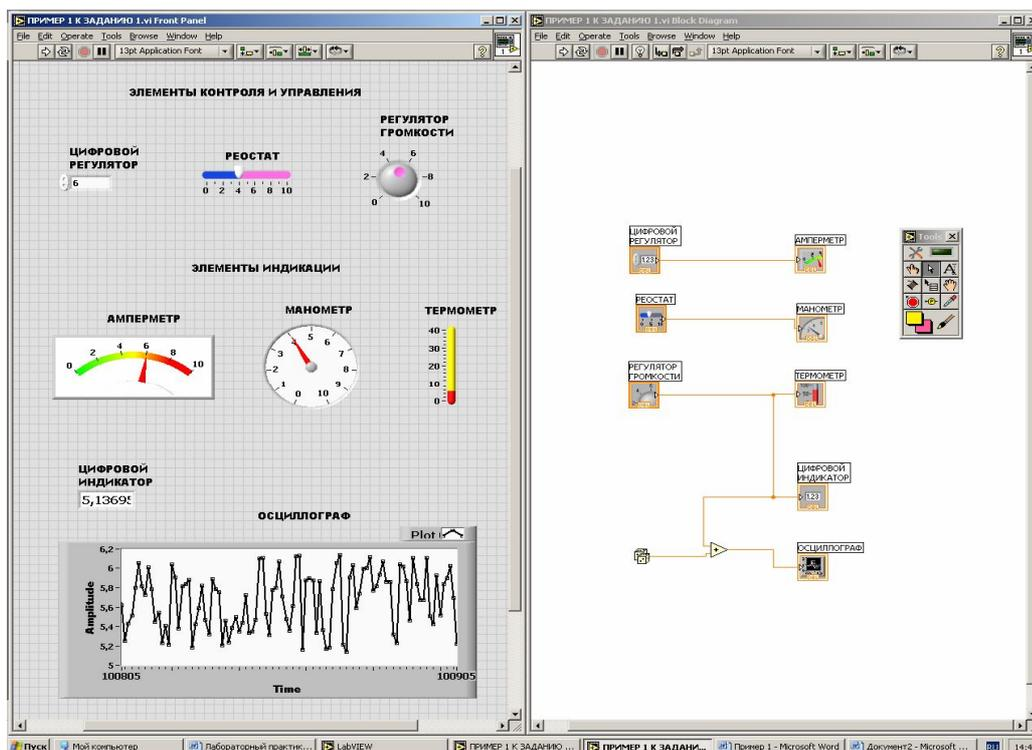

Рисунок 1.7 - Лицевая панель и блок-диаграмма задания 1
1.8. Остановите программу кнопкой  «стоп». С помощью инструмента «Лампочка» и кнопки «периодический запуск» включите режим анимации потоков данных, используемый при отладке программ. Проследите движение данных по проводникам и их преобразование на элементах блок-диаграммы (рисунок 1.7).